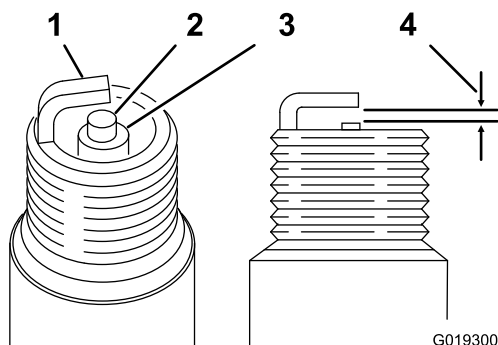

Figure 46
1. Examinez le centre de la bougie (Figure 46). Si le bec isolant est recouvert d'un léger dépôt gris ou brun, le moteur fonctionne correctement.
- Avec une jauge d'épaisseur, mesurez l'écartement entre l'électrode latérale et l'électrode centrale (Figure 46).